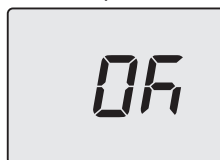

Figura 5.63
- Premendo il tasto 14 (Figura 5.58) si ottiene la conferma del valore inserito. Il display visualizzerà per 5 sec. quanto segue (Figura 5.63) poi, si porterà al livello superiore.